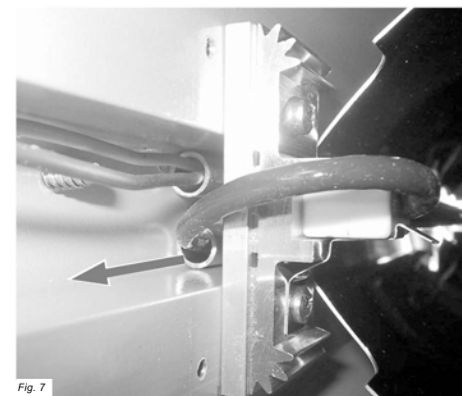

Fig. 7
9. Houd nu aan het andere uiteinde bij een verwarmingstoestel met verlichting de lamplaat uit de weg (fig. 7) (bij een toestel zonder verlichting is alleen de draad duidelijk zichtbaar in de toevoerbuis). Trek nu de lampdraad voorzichtig uit de buis.